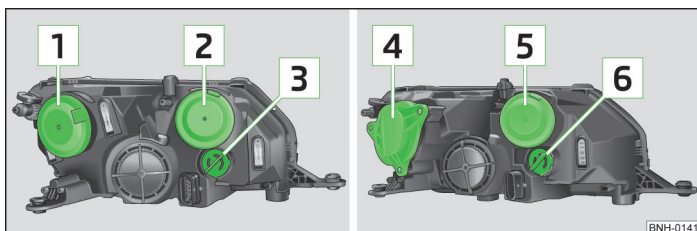

Fig. 168 Prezentarea în principiu: Faruri cu halogen / cu xenon
- Detașați capacul din cauciuc **1** » fig. 168 la pagina 197.
- Introducerea capacul din cauciuc **1** » fig. 168 la pagina 197.
- Scoateți capacul din cauciuc **2**, respectiv **5** » fig. 168 la pagina 197.